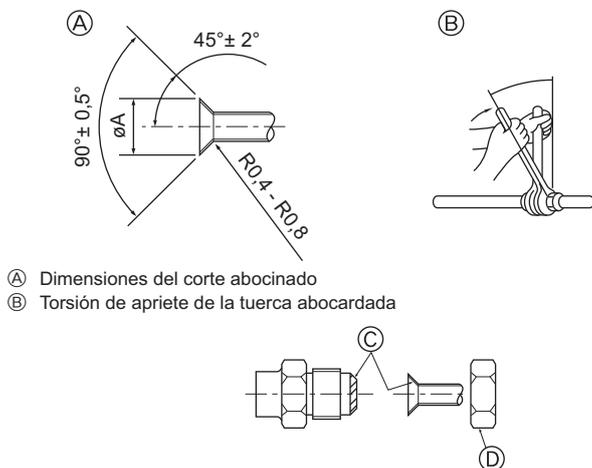

Fig. 4-2
(A) (Fig. 4-2)
(B) (Fig. 4-2)
### 4.2. Tubos de conexión (Fig. 4-2)